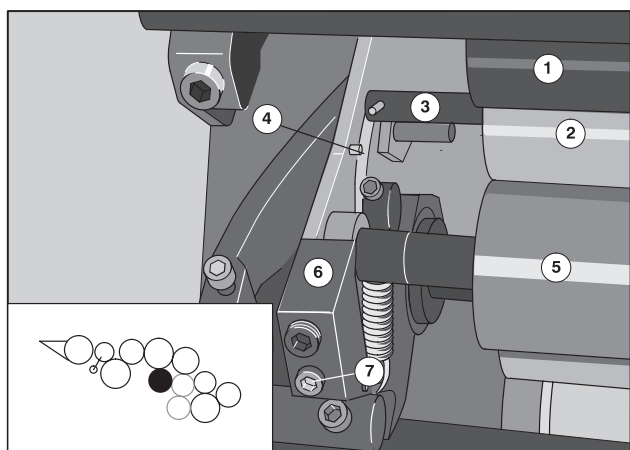

Рис. 27 2-ой передаточный валик (рильсан)
- ① Приложите 3-ий передаточный валик (Рис. 27/②) к 2-ому передаточному валику и нажмите на ось валика (Рис. 27/③) позади штифтов на стороне привода (Рис. 27/④) и стороне обслуживания.
- ❶ Вложите 4-ый передаточный валик (Рис. 27/❸) на обеих сторонах в опоры.
- ❷ Откиньте вверх фиксаторы на стороне привода (Рис. 27/❹) и стороне обслуживания.
- ❸ Вкрутите винты с внутренним шестигранником (Рис. 27/❺) с помощью инструмента печатника на стороне привода и стороне обслуживания.